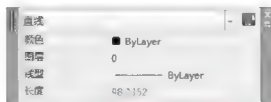

图 2.71 【快捷特性】对话框
(1) 单击状态栏上的【快捷特性】按钮后，在命令行无命令的状态下，单击散水线，出现夹点，【快捷特性】对话框也随之弹出。缺省状态下，【快捷特性】对话框显示有【颜色】、【图层】、【线型】、【长度】等，如图 2.71 所示。单击右上角的【自定义】按钮，打开【自定义用户界面】对话框，可以勾选【线型比例】、【线宽】等加设到【快捷特性】对话框内。在该对话框内可以查询图层也可以修改图层。